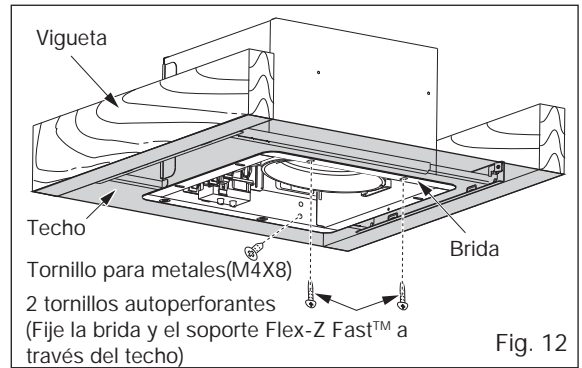

Fig. 12
4. Instale el cuerpo del extractor en el soporte Flex-Z Fast™ utilizando 2 tornillos autoperforantes, inserte el conector de enchufe en el receptáculo e instale el cuerpo del extractor en el adaptador utilizando el tornillo para metales (M4X8). (Fig.12)